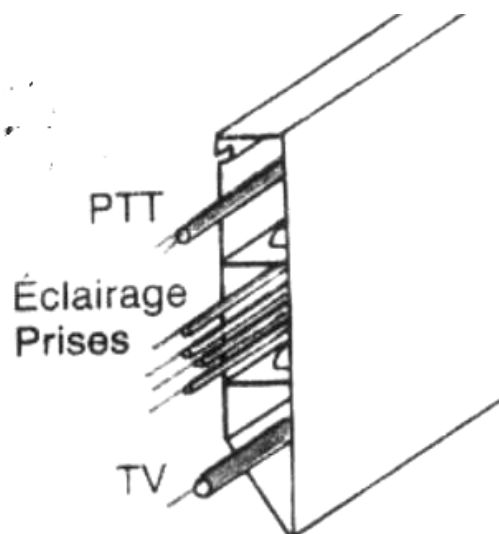

Figure 1.15 Plinthe plastique.
c) **Les plinthes** : (voir figure 1.15)